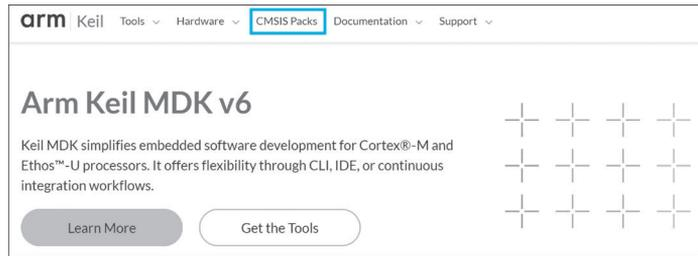

图 3.12 ARM Keil 官方网站
(5) 打开软件后,需要先选择菜单栏的 File→License Management 命令进行认证后才能使用该软件的全部功能,否则编译文件时会受到大小等限制。请咨询官方获取注册码。
(6) 软件安装完成后,还需要安装针对特定芯片的固件包。该固件包和 STM32CubeMX 中安装的固件包不同,它是应用于 MDK 的,因此需要独立下载安装。打开 ARM Keil 官方网站,在页面上方找到 CMSIS Packs 并打开,如图 3.12 所示。